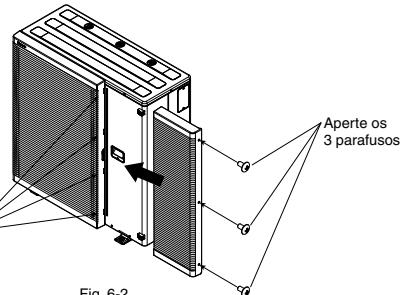

Fig. 6-2
- Insira as 4 garras da grelha de descarga (lado direito) e aperte os 3 parafusos. (Fig. 6-2)